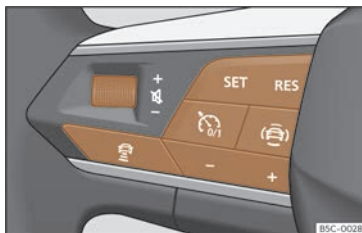

Fig. 171 Al volant multifunció: botons per fer servir l'ACC
El vostre vehicle disposa d'ACC si disposa de menú de configuració en el sistema d'Infotainment»» pàg. 97, i si disposa dels botons propis de la funció ACC al volant multifunció »» fig. 171.
- Per començar la regulació, premeu el botó **SET** >>> **fig. 171**.
Per programar la velocitat, premeu els botons + o - >>> **fig. 171** fins a la velocitat desitjada. L'ajust de la velocitat es realitza en intervals de 10 km/h (5 mph).
- Premeu el botó  i, a continuació, el botó + o - >>> **fig. 171**.